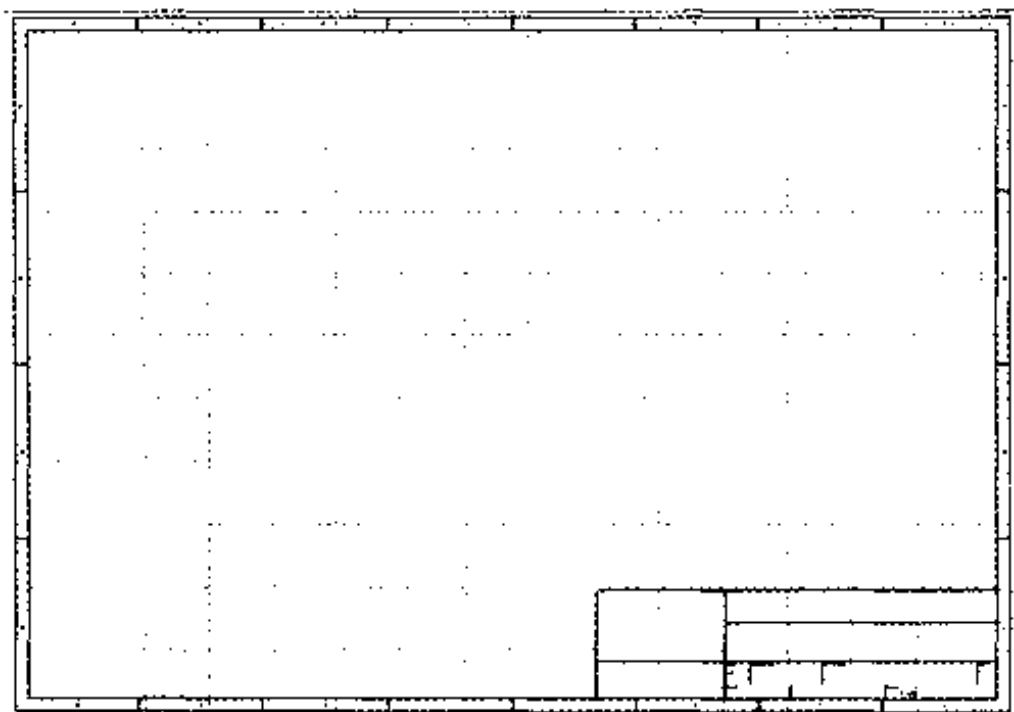

图 2-14 设置参数后得到的图纸
(8) 单击 OK 命令按钮,完成对图纸参数的设置,得到如图 2-14 所示的效果。(需要指出的是,图中为了显示出栅格,临时将 SnapOn 和 Visible 两个选项的取值设为 100,而在本书绘制原理图的过程中,这两个选项的取值均为 10。)